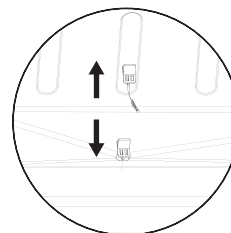

Fig. 1
- Pentru a asigura scurgerea corectă a apei de dezgheț, utilizați periodic filtrul de scurgere din sacul de montare pentru a curăța orificiul de scurgere a apei de dezgheț. Această priză este situată pe peretele din spate al compartimentului frigiderului (a se vedea Fig. 1). Păstrați întotdeauna filtrul de scurgere introdus în orificiul de scurgere pentru a preveni orice blocaje cauzate de murdărie.